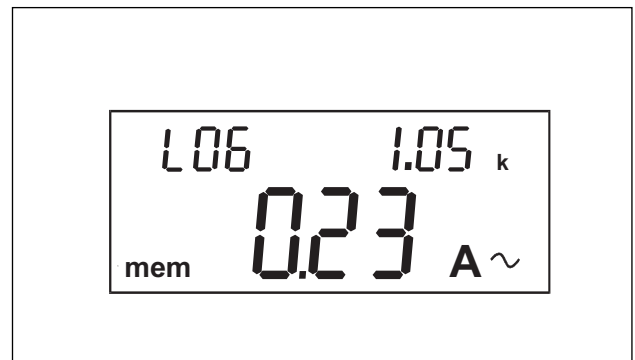

Abb. 8.6
- Falls die Anzahl der aufgezeichneten Messwerte während der Messfunktion **AUFZEICHNUNG** die Anzahl von 999 überschreitet, so wird in der LC-Anzeige rechts oben die Anzahl nur noch in 10er Schritten angezeigt (siehe Abb. 8.6). Beispiel: Anzeige 1.05 k entspricht 1050 Messwerten.